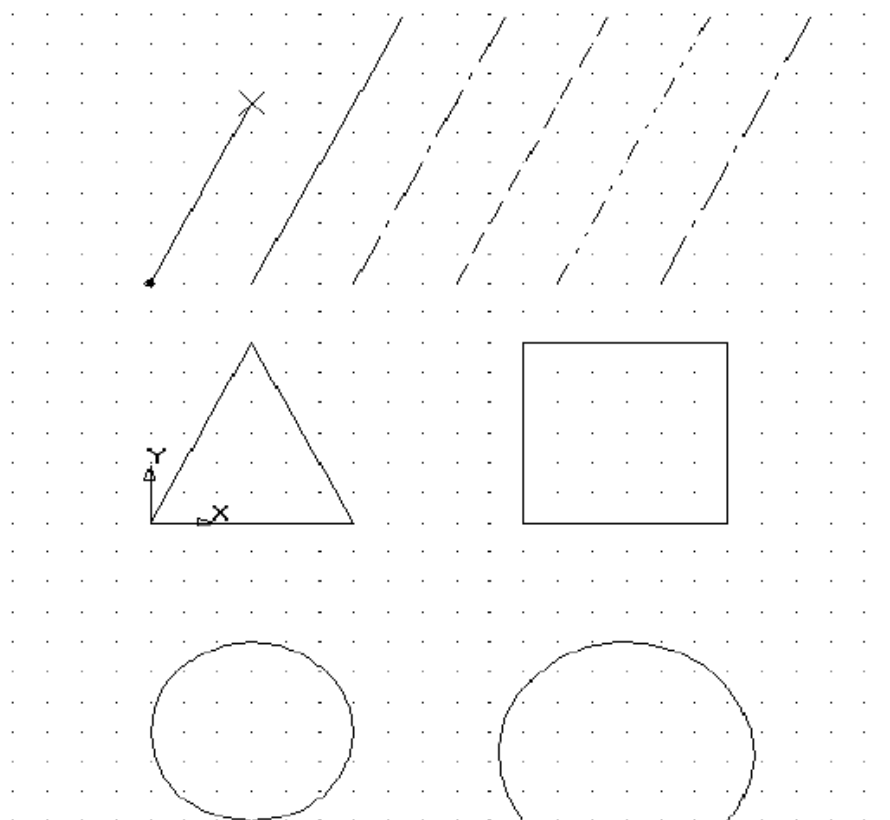
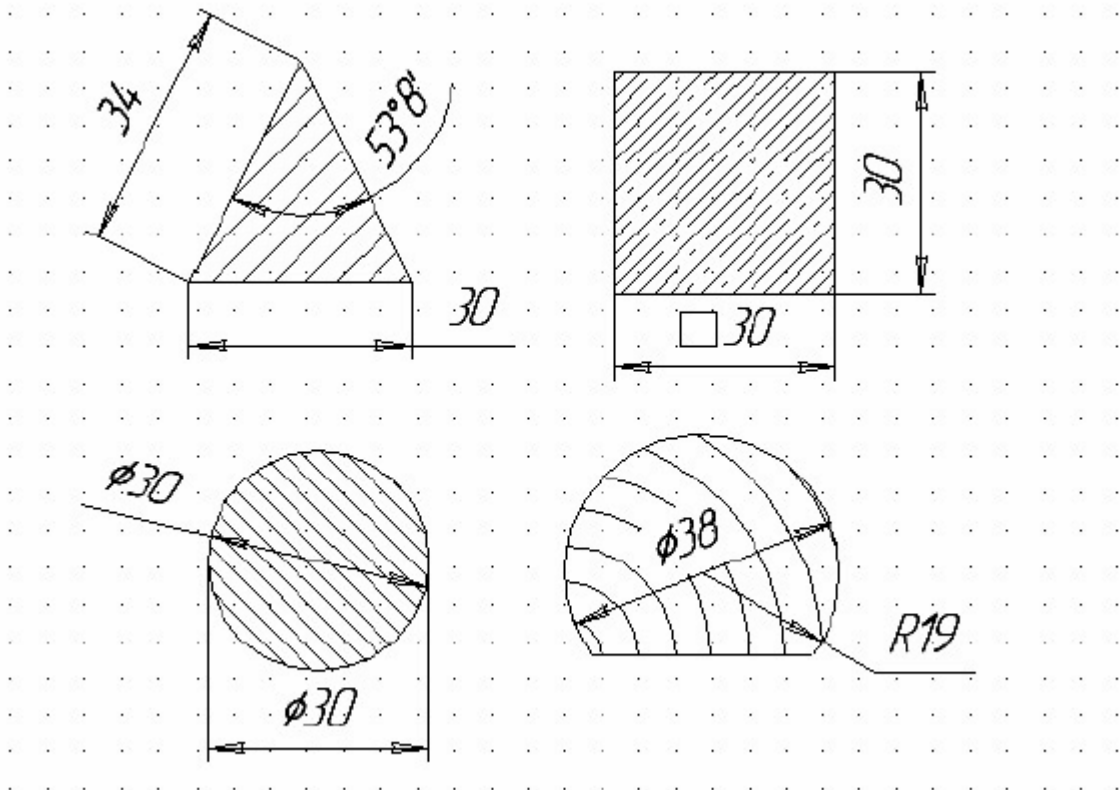

Рис. 1
Рис.2
4. Построить с привязкой по сетке 2 точки, 6 прямых разных стилей, треугольник, квадрат, окружность, дугу по трем точкам (рис.1)
5.Проставить линейные, диаметральные, радиальные и угловые размеры (рис.2)
1. Создать файл-фрагмент и выполнить построение фрагмента «Заслон» (см. Приложение 1: рисунок 1), «Угольник» (см. прилож. 1, рис. 2)
3. В файле выполнить построение фрагмента «Заслон» (см. прилож. 1, рис. 1):
Создать файл-фрагмент и построить «Угольник», «Диск», «Стойка» (см. прилож.1., рис.2, 3, 4)